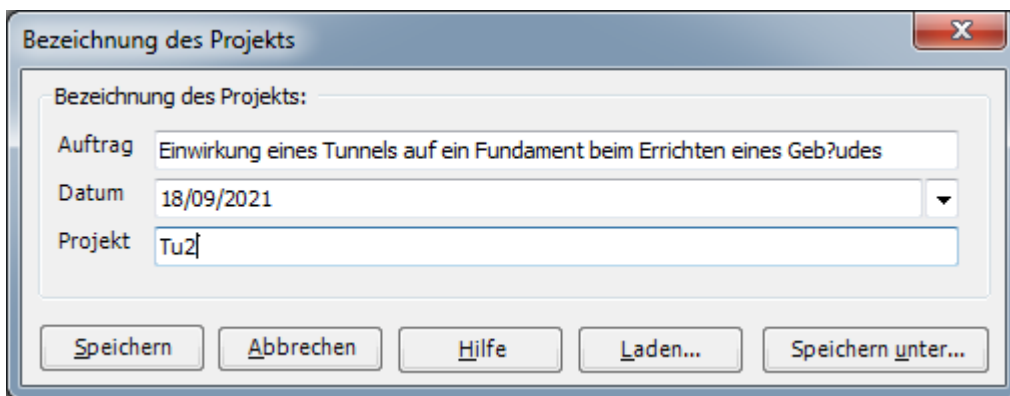

Bild 13.38 Dialogfeld "Bezeichnung des Projekts"
- Wählen Sie "Bezeichnung des Projekts" aus der Registerkarte "Daten". Das Dialogfeld im Bild 13.38 erscheint